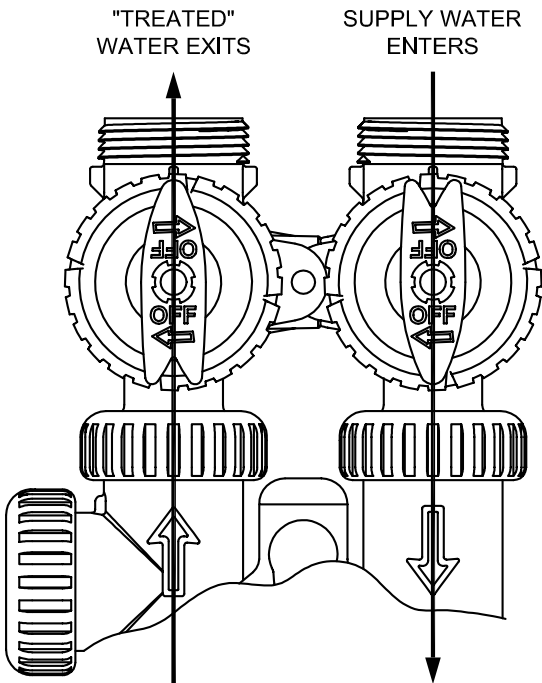

Figura 2
- 2. Posizione di bypass:** Le manopole d'ingresso e d'uscita sono direzionate verso il centro della valvola di bypass; la valvola di controllo è isolata dalla pressione dell'acqua nell'impianto idraulico. Nell'impianto idraulico scorre acqua non trattata. (Vedere Figura 2)